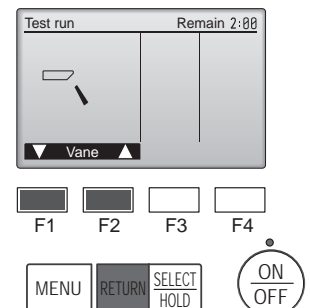

Fig. 7-7
- ① Compruebe la paleta automática con los botones [F1] [F2]. (Fig. 7-7)
- ② Pulse el botón [RETURN] para volver a "Test run" (Modo prueba).
- ③ Pulse el botón [ON/OFF].